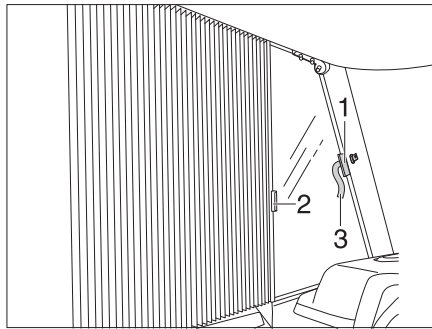

Bild 82 Plisségardiner för förar- och passagerarfönster
- Öppna kardborrbandet på säkringsbandet (Bild 82,3) på båda sidor.
- Ta tag i handtagen (Bild 82,1 och 2) i plisségardinen och dra försiktigt ihop dem tills magnetlåset håller plisségardinen stängd.
- Dra försiktigt tillbaka plisségardinen i handtagen (Bild 82,1 och 2).
- Säkra plisségardinen med kardborrbandet på säkringsbandet (Bild 82,3).